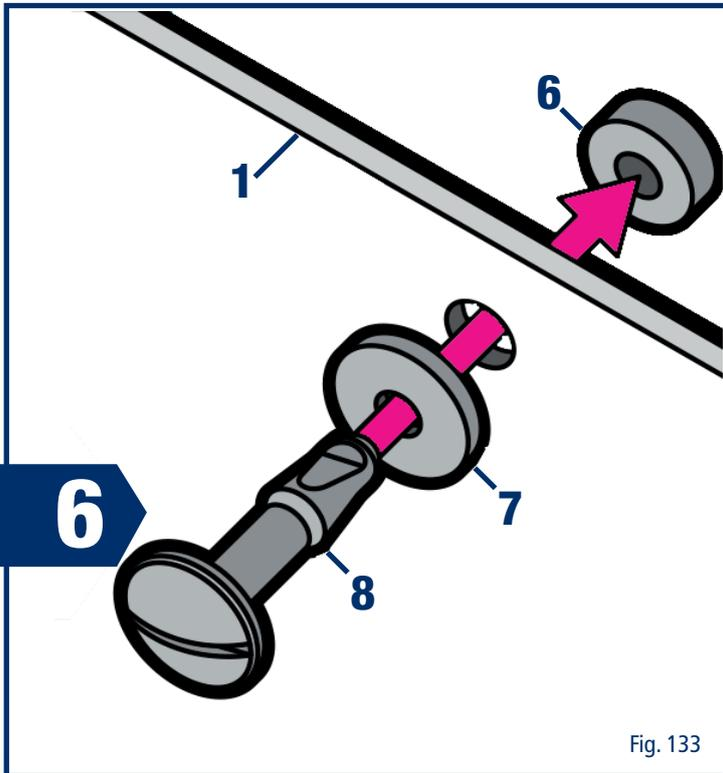

Fig. 133
Montieren Sie die Ankerstifte (8) in den Bohrungen der Werbetafel (1). Setzen Sie dabei die Dichtringe klein (6) und groß (7) wie in Fig. 133 abgebildet dazwischen.